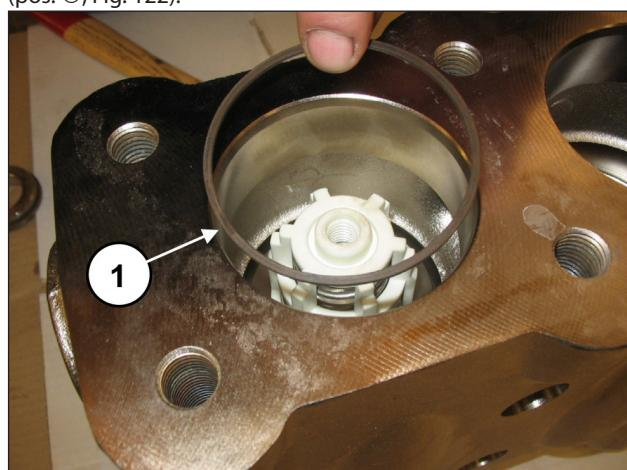

Fig. 122
Introducir la anilla antiextrusión, pos. dibujo desglosado 16 (pos. ①, Fig. 122).